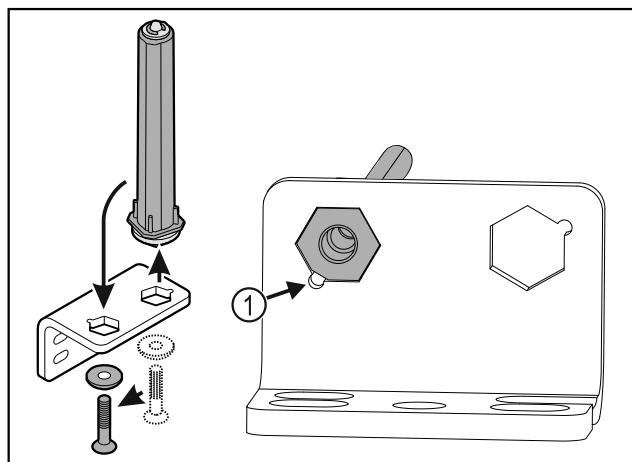

Fig. 36
- Uzmaniet, lai ievietošanas laikā tapas nošlaupums Fig. 36 (1) būtu vērstīgs pret apaļo caurumu.